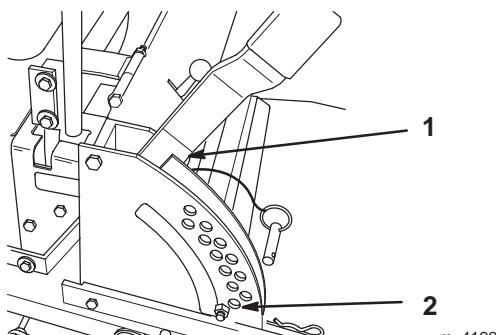
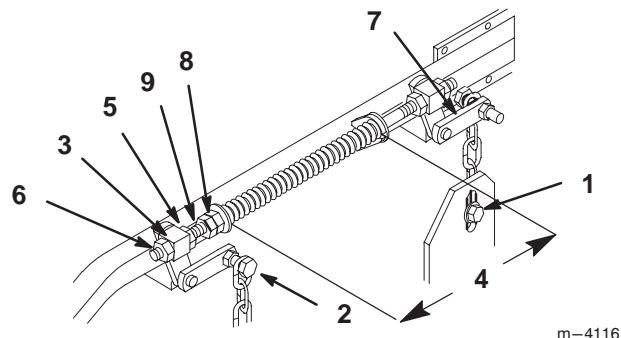

Bild 57
Bild 58
2. Regeln Sie den Druck in allen vier (4) Reifen. Regeln Sie ihn bei Bedarf auf 90 kPa.
4. Heben Sie das Schneidwerk in die Transportstellung an (Bild 57). Entspannen Sie die beiden großen Schneidwerk-Hubfedern, indem Sie die Klemmmutter sowie die vordere Federmutter vor jeder Feder so weit wie möglich lockern (Bild 58).
5. Legen Sie die beiden 35 mm dicken Klötzte unter die hintere linke und rechte untere Ecke des Schneidwerks. Legen Sie einen 44 mm dicken Klotz unter die untere Ecke vorne in der Mitte des Schneidwerks. Legen Sie die Klötzte nicht unter die Antiskalpierwalzenbügel. Senken Sie das Schneidwerk auf die 38 mm Schnitthöhe ab (Bild 57).
6. Lockern Sie die untere Kettenschraube im Schlitz hinten am Schneidwerk. Wiederholen Sie den Vorgang auf der anderen Seite (Bild 58).
7. Lockern Sie die vordere und hintere Sicherungsmutter an beiden Seiten des vorderen Drehgelenks. Lockern Sie die Muttern so weit, dass die vorderen Ketten locker hängen und das Schneidwerk von den Klötzten getragen wird. Wiederholen Sie den Vorgang auf der anderen Seite (Bild 58).
8. Bei lockeren Befestigungsteilen neigt die in den großen Stützfedern verbleibende Spannung dazu, den Schneidwerkhubgriff nach oben zu drehen, d.h. aus der 38 mm Stellung. Drücken Sie fest auf den hinteren Schneidwerkstützarm, um den Schneidwerkhubhebel wieder in seine 38 mm Stellung zurück zu bringen (Bild 58).
9. Während Sie auf den hinteren Schneidwerkstützarm drücken, spannen Sie die hintere Kette und ziehen die unteren Befestigungsteile fest (Bild 58). Jetzt können Sie den Druck nach unten wieder neutralisieren. Wiederholen Sie den Vorgang auf der anderen Seite.
14. Heben Sie den Schneidwerk-Hubhebel in die Transportstellung an (Bild 57).
15. Stellen Sie die Druckfedern so durch Drehen der vorderen Federmuttern ein, dass der Abstand zwischen den großen Scheiben 260 mm beträgt. Ziehen Sie dann die Klemmmutter fest (Bild 58).